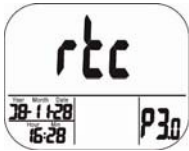

Fig. 12 Ajuste del reloj y el calendario (reloj en tiempo real)
- Pulse LOG / ▲ en el modo P1.0 modo dos veces para entrar en P3.0 para establecer el reloj y el calendario (Fig. 12).